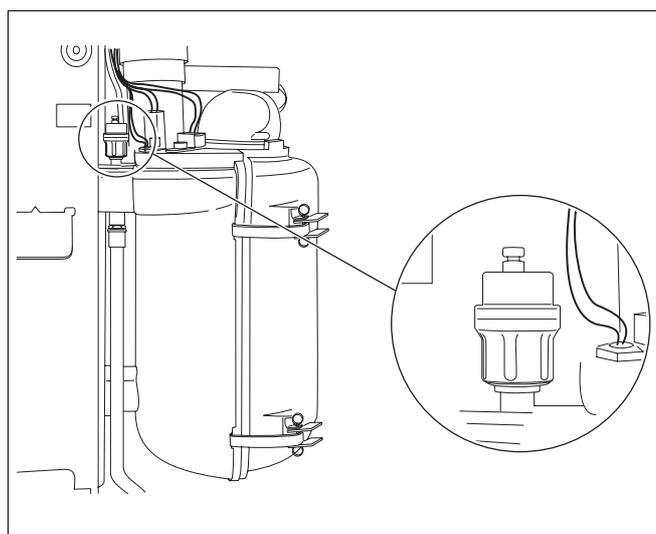

Fig. 15 Vanne de purge manuelle
- Pour permettre à l'air restant de s'échapper, élever le capot d'un tour du dispositif de purge automatique (fig. 15).